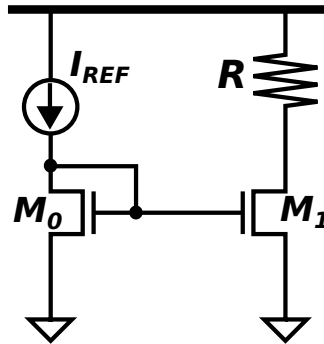

Figura 1:
1. Para la figura 1 encontrar el valor que debe tener $W_{0,1}$ para obtener $I_{D1} = I_{REF} \pm 1\%$, con: